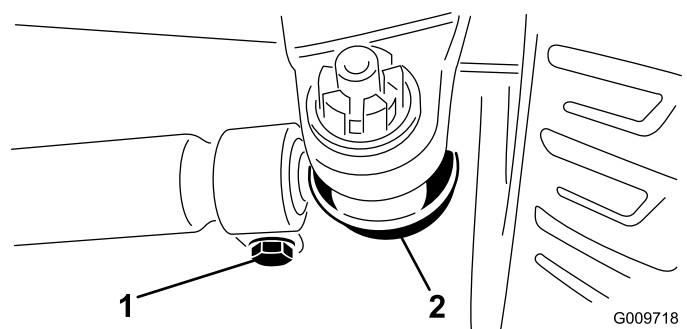

図 92
3. タイロッド両側のクランプをゆるめる 図 92。
2. 調整が必要な場合は、タイロッドのボールジョイントのコッターピンとナットを外す 図 92。次に、タイロッドのボールジョイントをアクスルケースのサポートから外す。